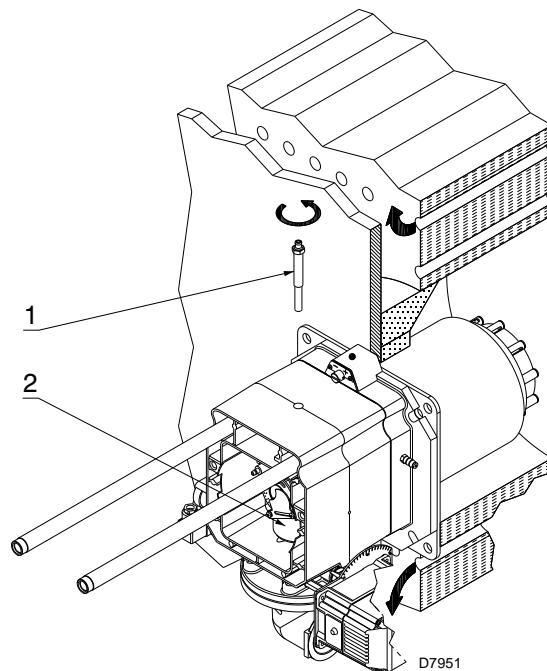

Fig. 14
- togliere la vite 1)(Fig. 14);
- estrarre la parte interna 2)(Fig. 14) della testa e provvedere alla loro taratura.
A questo punto dell'installazione la testa di combustione è fissata alla caldaia come in Fig. 14.